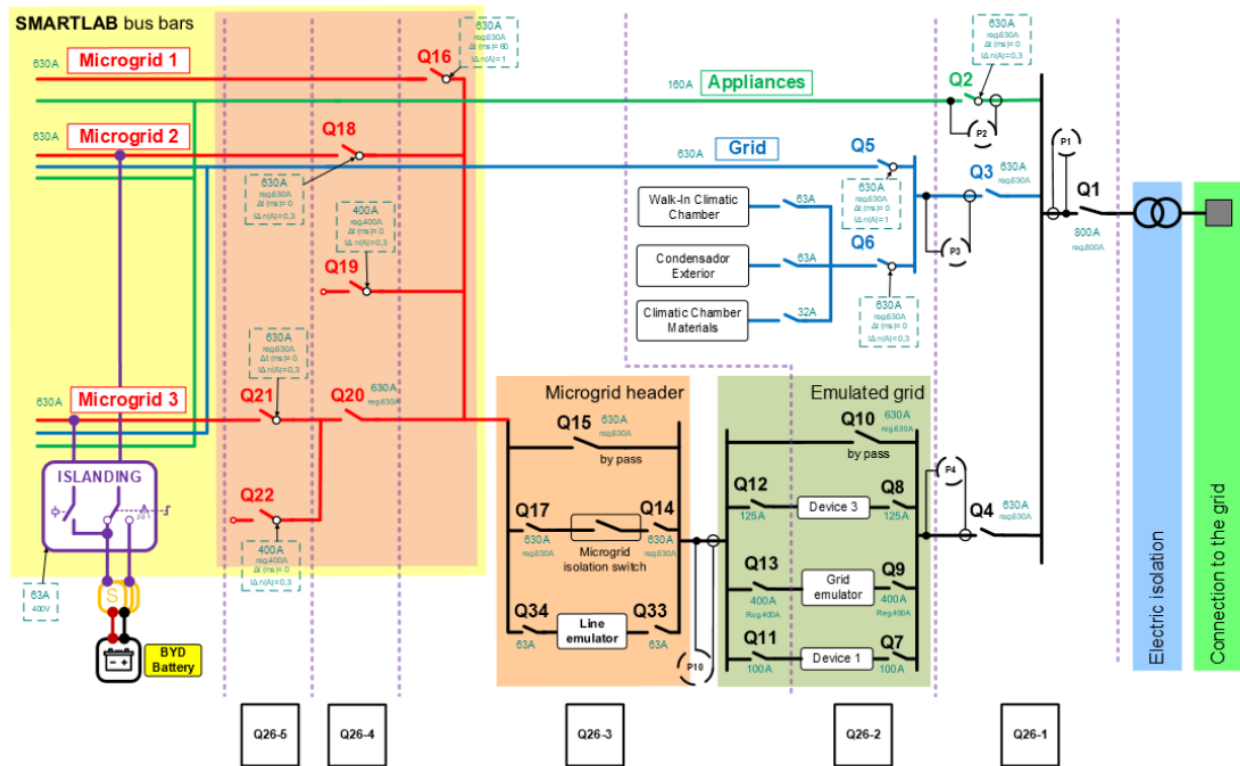

Fig. 5 - Topologia Microxarxa (canalis) del laboratori Energy SmartLab
- Que el sistema d'interruptors de l'armari Q26 operi d'acord amb l'esquemàtic de la Fig. 5.